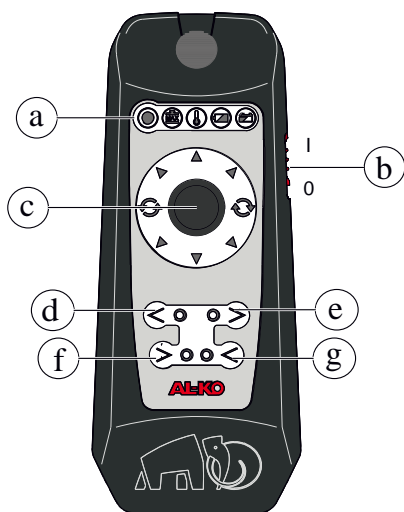

Fig. 2: Telecomando
Le cifre tra parentesi si riferiscono in questo paragrafo alla fig. 2.
4. Tenere premuti i tasti fino a che i LED sui tasti di avvicinamento lampeggiano (fig. 2).
I numeri tra parentesi in questo paragrafo si riferiscono alla Fig. 2.